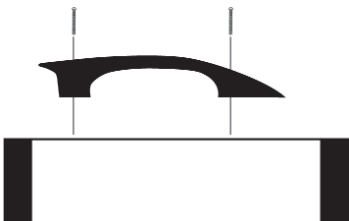

Figura 3. Instalación del Asa
3. Ajustar firmemente ambos tornillos con un desarmador de punta plana. (Ver Figura 3)